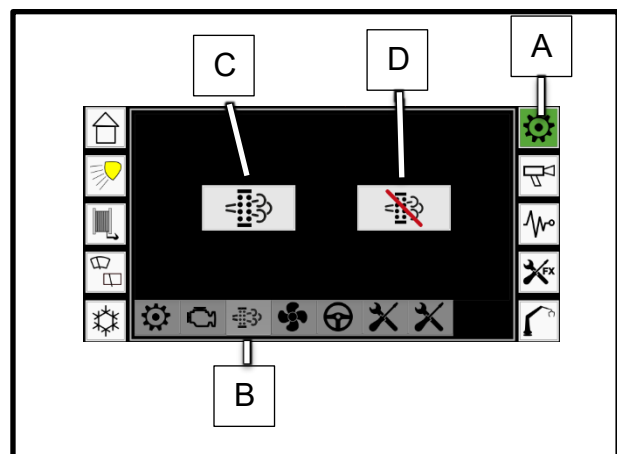

Abbildung 87 Display Abgasnachbehandlung
- Button C, siehe Abbildung 87 auf Seite 91, für die manuelle Regeneration aktiviert